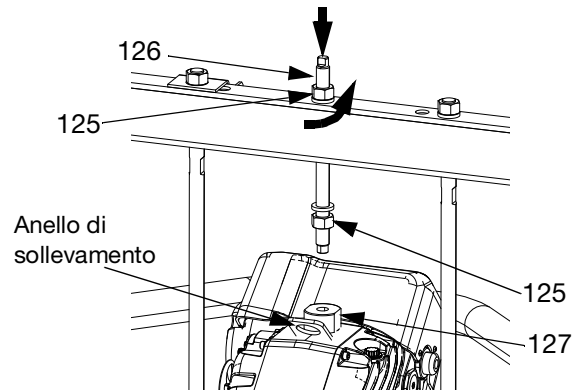

FIG. 50: Piatto da 200 l (55 gal)
5. Scollegare l'unità di azionamento (AB):
- a. *Unità di alimentazione a pistone D200 7,6 cm (3") e D200s 16,5 cm (6,5")*: Collegare un argano solido all'anello di sollevamento dell'unità di azionamento. Allentare il dado (125) sotto la traversa. Utilizzare una chiave per tenere in posizione l'adattatore dell'anello di sollevamento (127) e con un'altra chiave allentare l'asta filettata (126) posta sulla traversa. Vedere FIG. 50.